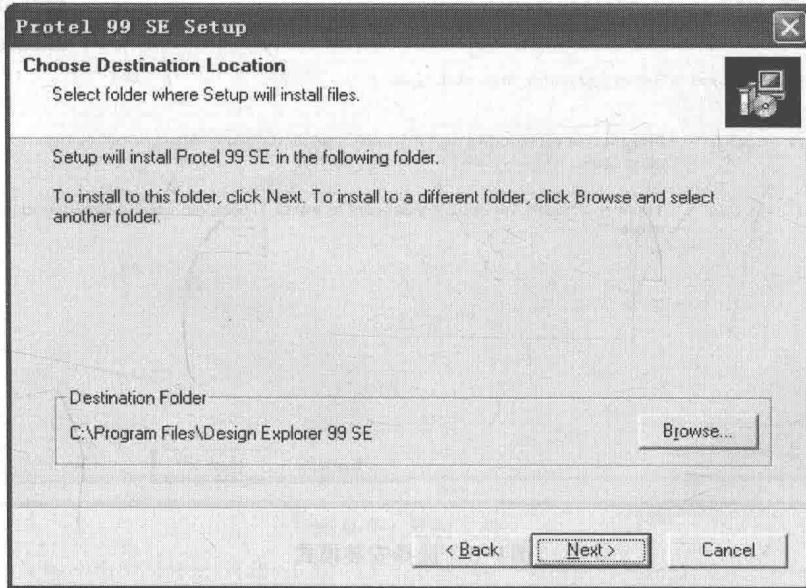
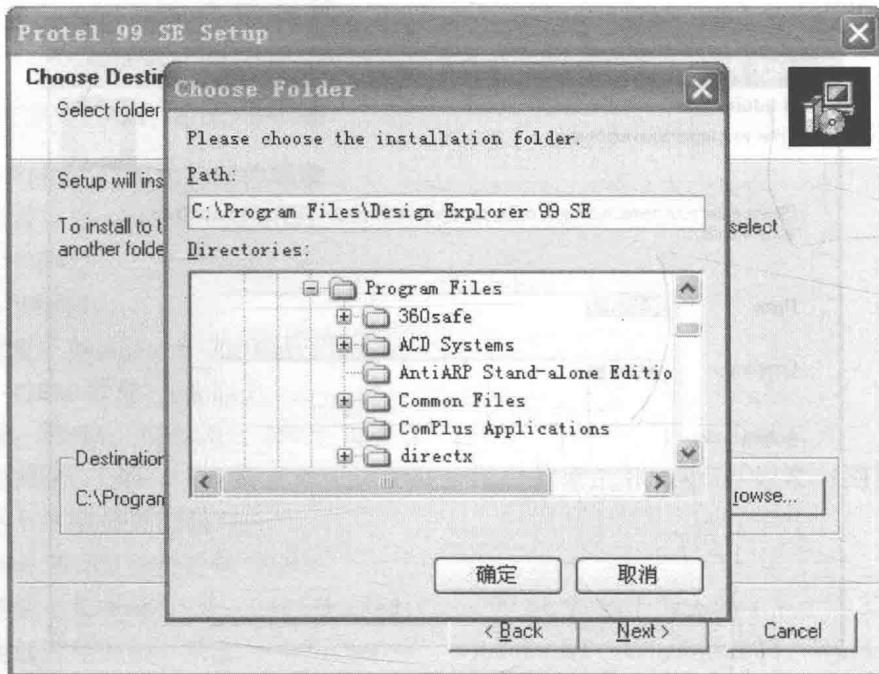

图 0-3 安装路径
图 0-4 更改安装路径
4) 进入安装路径，如图 0-3 所示。默认的安装路径为“C:\ Program Files”，如需更改路径，则单击“Brows”更改即可，如图 0-4 所示。